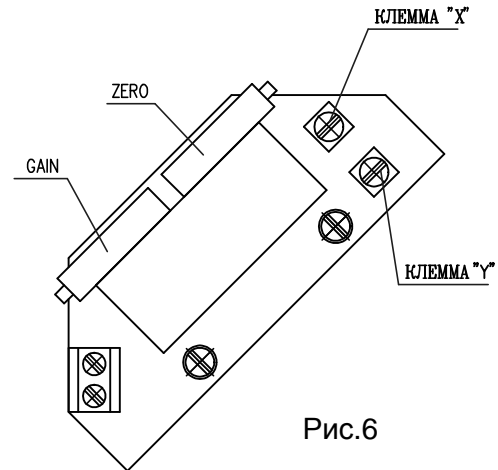

Рис.6
#### 3.3.1 EPV - 2-проводниковое включение (рис.6,6а)
- Установите датчик сопротивления на основании инструкций в предыдущей главе так, что величину сопротивления измеряйте на клеммах X-Y (рис.6,6а). (употреблен датчик с сопротивлением 100Ω)
- Поворачиванием устанавливающего триммера ZERO (рис.6,6а) установите величину выходного сигнала тока, измеряемого на клеммах 81-82, на величину 4 мА.
- Поворачиванием устанавливающего триммера GAIN (рис.6,6а) установите величину выходного сигнала тока, измеряемого на клеммах 81-82, на величину 20 мА.
- Установите датчик сопротивления на основании инструкций в предыдущей главе так, что величину сопротивления измеряйте на клеммах X-Y (рис.6,6а).
Рис. 6а